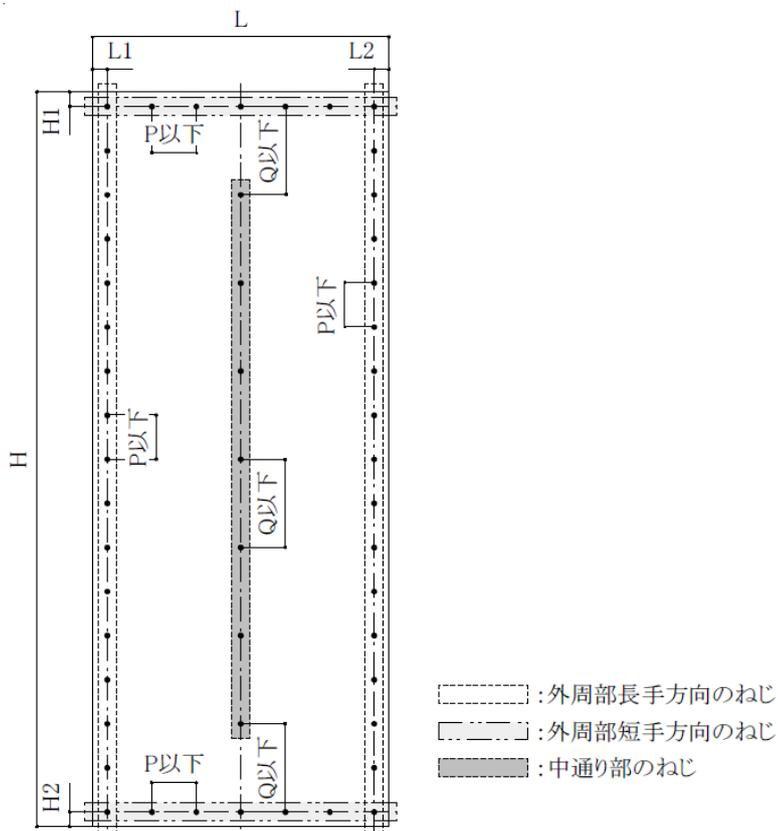

図5 THHT ネクストねじ留め付け本数概略
- ・面材の外周部及び中通りの部分における、ねじ本数の算出方法について (図5 参照)